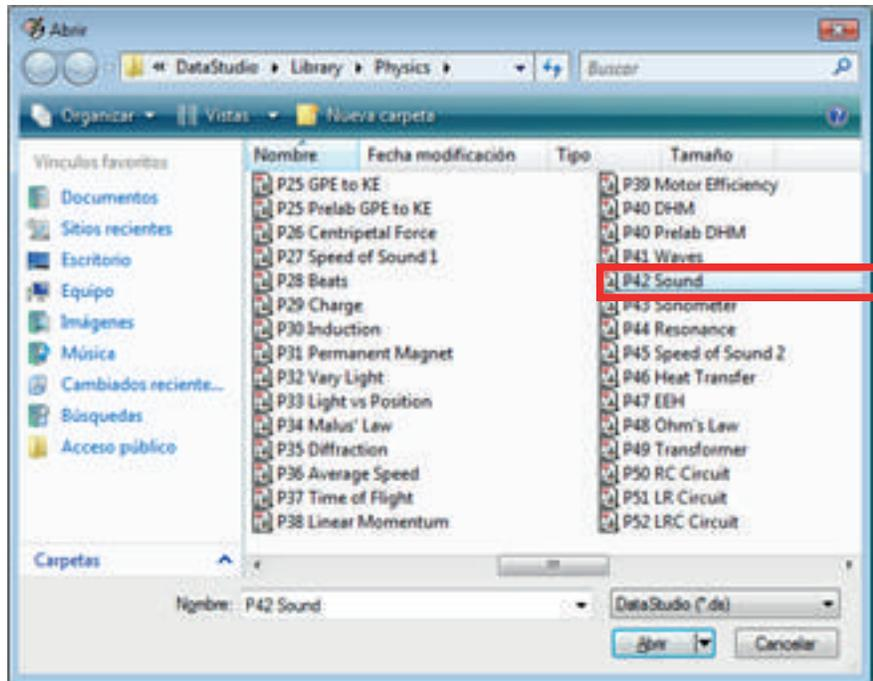

Figura 10.6. Ubicación del archivo "P42 Sound"
e) Abra el archivo llamado "P42 Sound" (figura 10.6).